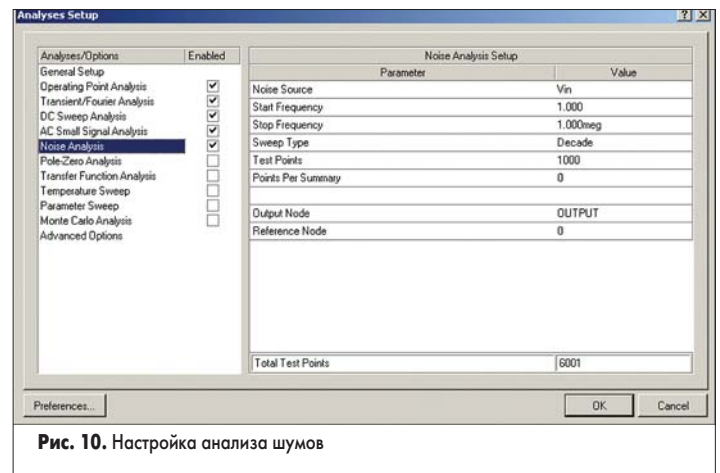

Рис. 10. Настройка анализа шумов
- В списке справа зададим параметры этого вида анализа (рис. 10): в поле Noise Source выберем источник напряжения Vin, зададим значение Start Frequency равное 1, Stop Frequency равное 1meg, число точек Test Points равное 1000, тип свипирования Sweep Type зададим как Decade (по аналогии с частотной характеристикой), определим выходной узел Output Node как OUTPUT, а опорный